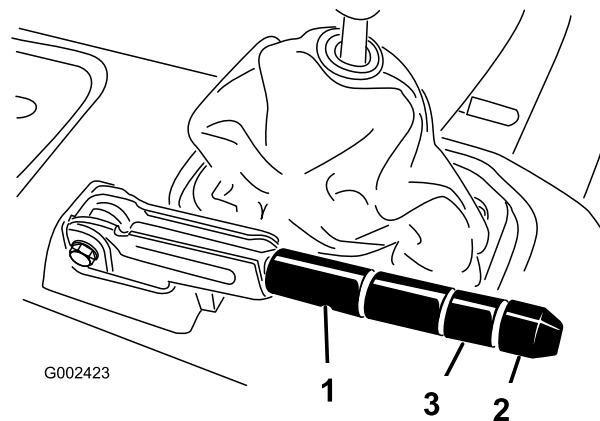

Рисунок 67
2. Ослабьте установочный винт, который крепит головку к рычагу стояночного тормоза (Рисунок 67).